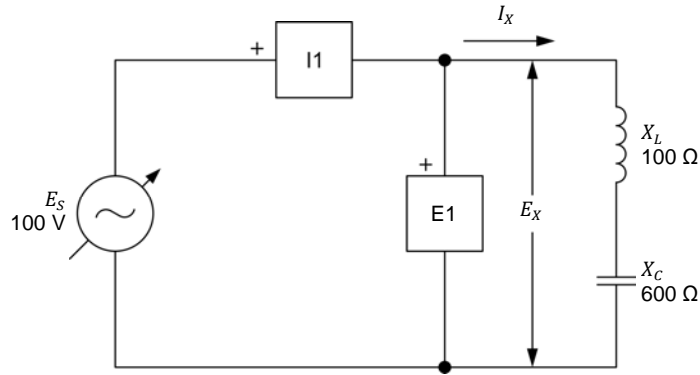

Figure 2-17. Circuit ca en série contenant une bobine et un condensateur.
18. Effectuez les connexions et réglages des commutateurs nécessaires sur la Charge inductive et sur la Charge capacitive (ou sur les Charges inductives et capacitives) pour obtenir les valeurs de réactance inductive X_L et de réactance capacitive X_C indiquées dans le circuit de la figure 2-17.